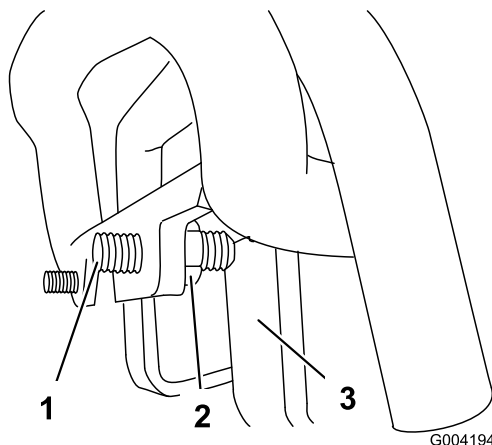

Figura 52
3. Si la máquina se desvía a la **izquierda**, afloje la contratuerca de la **derecha** y ajuste el tornillo de fijación de desplazamiento en la parte delantera del control de tracción (Figura 52).
4. Si la máquina se desvía a la **derecha**, afloje la contratuerca de la **izquierda** y ajuste el tornillo de fijación de desplazamiento en la parte delantera del control de tracción (Figura 52).